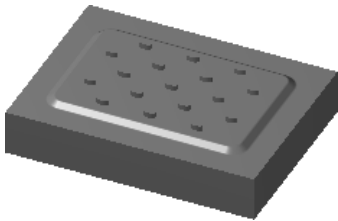

图 25.2 零件模型
Step1. 打开模型。选择文件 D:\mcx6.11\work\ch26\UPPER_VOLUME.MCX-6，系统进入加工环境，此时零件模型如图 25.2 所示。